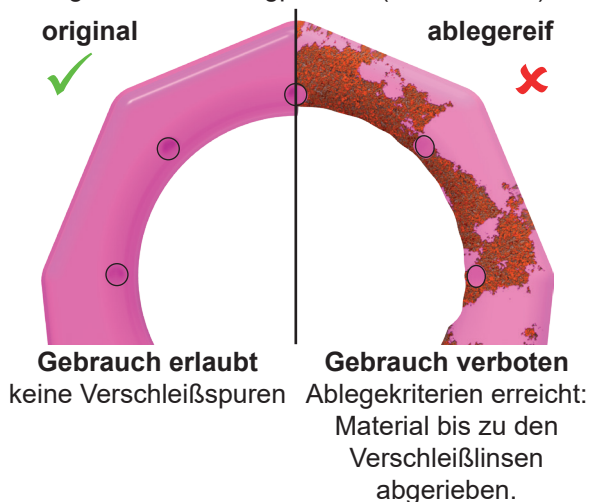

Abb. 2: Verschleißmarkierungen
- Kontrollieren Sie sorgfältig die Verschleißmarkierungen des Anschlagpunktes (siehe Abb. 2):